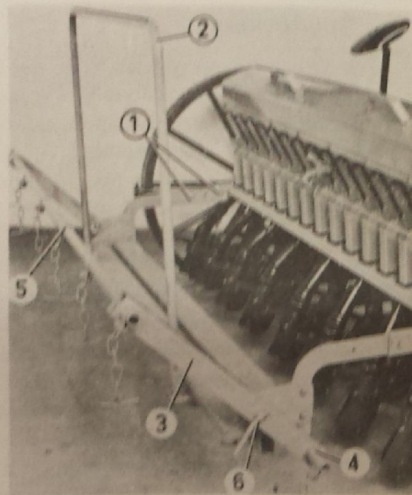

Abb. 20
An jeder Maschine läßt sich an der Rückseite ein Laufbrett anbauen. Hierzu werden die Laufbretthalter mit den Verlängerungslaschen in die Öffnungen der Drillmaschinen-Seitenträger eingeschoben und mit den 2 Schrauben (1) festgezogen (Abb. 20). Das Laufbrett ermöglicht im Bedarfsfall das Mitfahren einer Person zur Beobachtung der Maschine und erleichtert das Einfüllen des Saatgutes in den Saatkasten. Zur Sicherung einer mitfahrenden Person ist am Laufbrett eine Rückenstütze (2) befestigt.
Zum Transport wird das Eggenanbaugestänge von Hand angehoben und mit den Absteckbolzen (6) in der oberen Stellung festgestellt (Abb. 20).
Ist ein Laufbrett vorhanden, so werden die 2 Laufbretthalter nach Lösen der Schrauben um einen Lochabstand (140 mm) herausgezogen und wieder mit den vorhandenen Schrauben befestigt. Die 2 Aufnahmen (U-Bügel mit Rohrstück) für die Kleesäerstütze können dann an den Laufbretthaltern in den vorhandenen Bohrungen angeschraubt werden. Hierbei ist darauf zu achten, daß beide Aufnahmen auf der linken Seite der Halter sitzen, also am linken Halter an der Außenseite und am rechten Halter an der Innenseite, wobei das Rohrstück nach vorne kommt. Ist kein Laufbrett an der Maschine befestigt, so sind die 4 mitgelieferten Laschen anstelle der Laufbretthalter in die Seitenträger der Drillmaschine einzuschrauben (siehe Laufbrett Abb. 20).